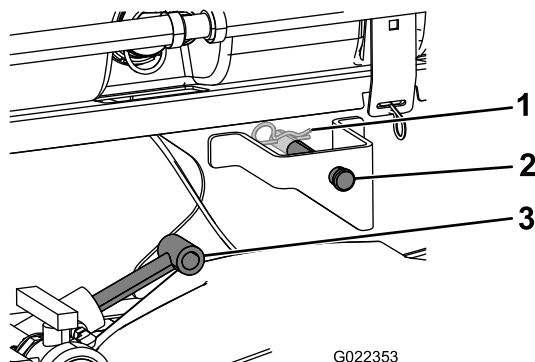

図 9
3. 昇降シリンダを、タンク台のブラケットまで伸ばして、シリンダのフィッティングを、タンク台のブラケットの穴に合わせる 図 9。